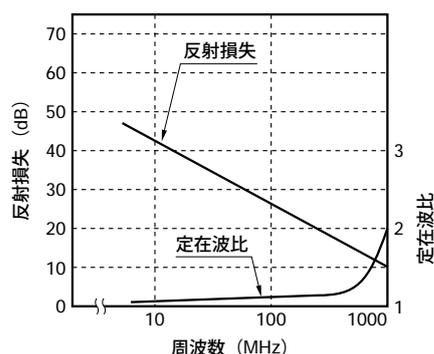

図3.9 高周波特性
高周波信号をリレーの接点で開閉する時の性能として、各種特性を示します。図3.9 (1) に測定回路の概要を、図3.9の (2) に分離損失、図3.9の (3) に挿入損失、図3.9 (4) は反射損失を示します。
(1) 測定回路